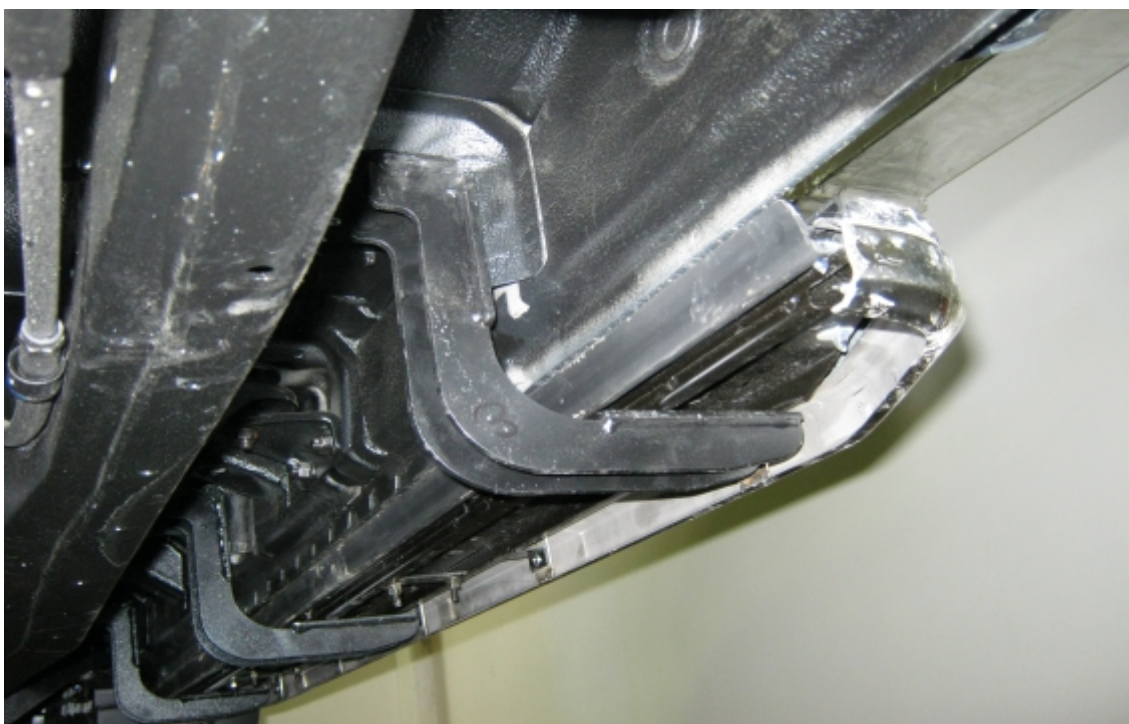

Рис. 2
3. Установить порог-площадку на кронштейны. Отрегулировать положение (Рис. 2). (Момент затяжки для М6 - 9,1 Нм)